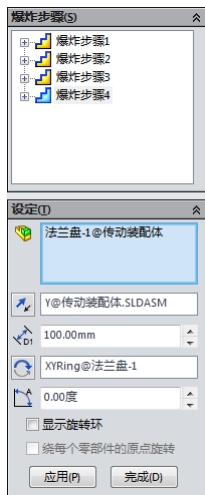
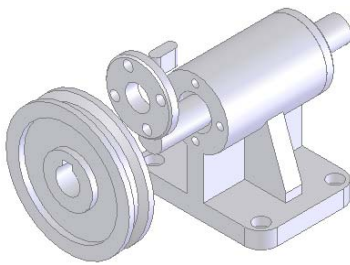

图 7-157 爆炸设置
图 7-158 爆炸后的视图
**08** 生成爆炸步骤。按照图 7-157 所示进行设置后，单击图 7-157 中的“完成”按钮，对“法兰盘 1”零件的爆炸完成，并形成“爆炸步骤 04”，结果如图 7-158 所示。